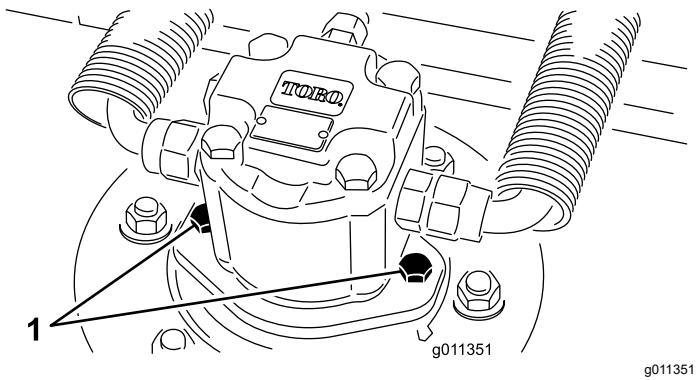

Рисунок 95
- Отсоедините и снимите гидромотор с режущего блока (Рисунок 95). Накройте верхнюю часть шпинделя для предотвращения загрязнения.
- Установите гидроцилиндр на деку (Рисунок 95). Убедитесь, что уплотнительное кольцо находится в штатном положении и не повреждено.